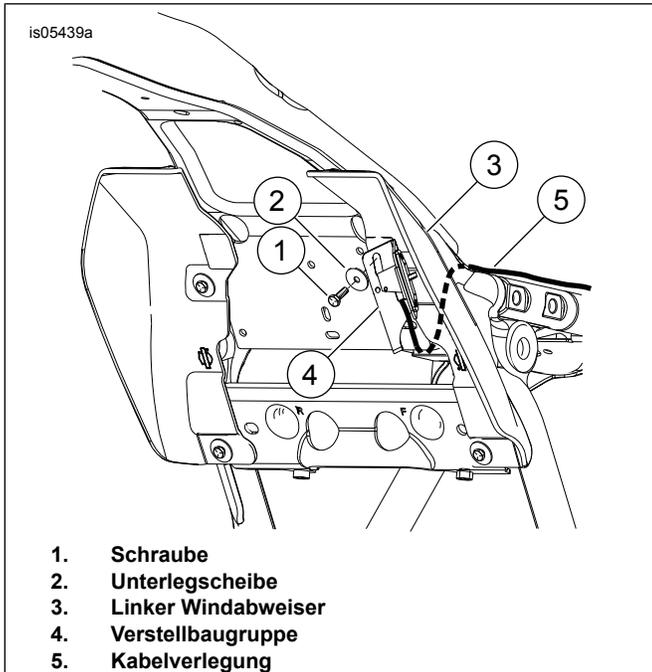

Abbildung 5. Einbau der Verstellbaugruppe mit Mittelrahmen-Windabweiser
3. Siehe Abbildung 5. Den Kunststoffclip des Zündkabels an der Stelle, an der die Halterung des Einstellungsgriffs montiert werden soll, aus dem Loch in der Rahmenplatte ziehen. Den Kunststoffschlauchclip entsorgen.
8. Siehe Abbildung 5. Vergewissern, dass das Rückenlehneinstellkabel nicht mit der Befestigungshalterung verbunden ist. Das Rückenlehnenkabel von der Verstellbaugruppe aus unter der Querträgerplatte hindurch und hoch durch den Rahmen (5) führen.
- Siehe Abbildung 5. Die flache Seite der Halterung der Verstellbaugruppe (4) hinter die Kabel schieben und das obere Befestigungsloch des Abweisera am Schlitz in der Halterung des Einstellungsgriffs ausrichten. Sicherstellen, dass der Haken/die gebogene Zunge der Halterung in die Kante der Querträgerplatte eingreift. Wenn richtig ausgerichtet, einfügen und Schraube und Unterlegscheibe anziehen.